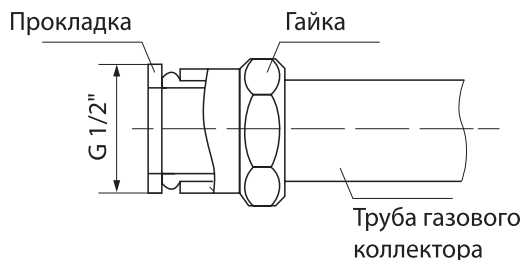

Рис. 1 Конструкция газопровода плиты
3. На приборе предусмотрен подвод газа, что позволяет присоединять его к магистральному газопроводу с помощью гибкого шланга. На выходе газового коллектора прибора расположена гайка с наружной цилиндрической резьбой G1/2", предназначенная для подключения прибора к сетевому газопроводу. Для подключения газа к прибору необходимо установить уплотнительную прокладку (не входит в комплект) согласно Рис. 1